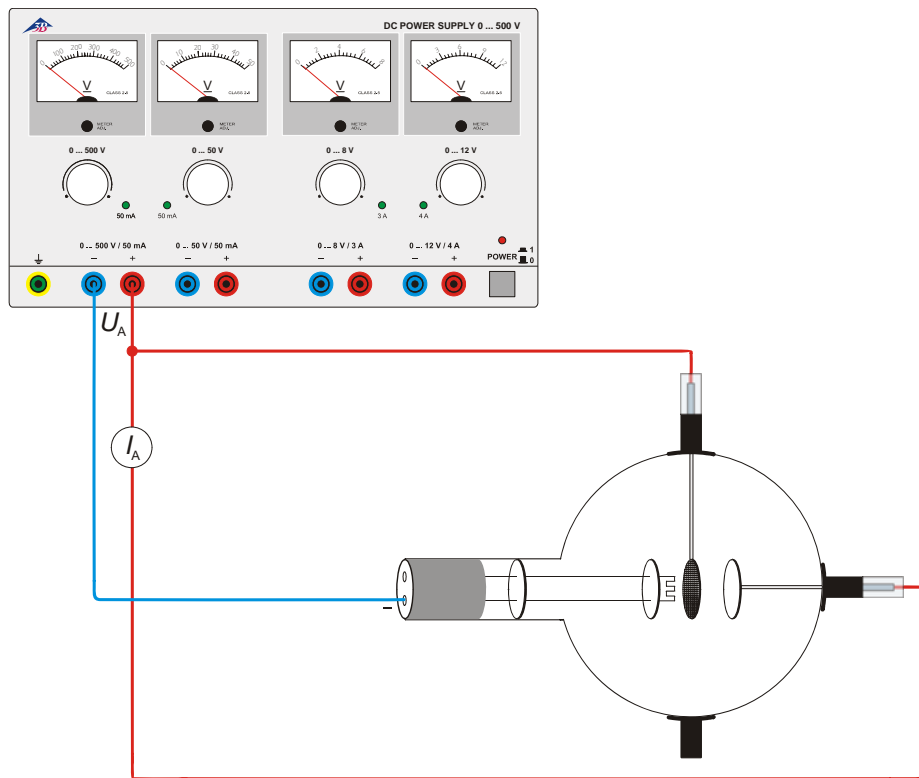

Fig. 3 Scarica indipendente
- Realizzare il collegamento come illustrato in Fig. 3.